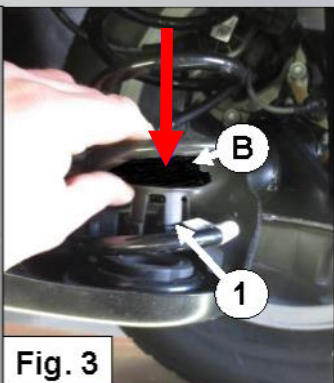

Fig. 3
5. Introduzca girando todo el muelle auxiliar **C** en el muelle principal. Véase fig. 3.
3. Plaats ring **1** samen met veerschotel **B** terug in de draagarm. *Zie fig. 3.* Wanneer veerschotel **B** niet in ring **1** past, plaats dan de veerschotel zonder ring **1** in de draagarm en zet de kunststof beschermkap vast met een kabelbandje. *Zie fig. 6.*
3. Place ring **1** back together with spring seat **B** in the suspension arm. *See Fig. 3.* If spring seat **B** does not fit in ring **1**, place the spring seat without ring **1** in the suspension arm and secure the plastic cover with a cable tie. *See fig. 6.*
3. Legen Sie den Ring **1** mit Federteller **B** wieder im Träger. *Siehe Abb. 3.* Wenn Federteller **B** nicht in Ring **1** passt, legen Sie den Federteller ohne Ring **1** in den Tragarm und sichern Sie die Kunststoffabdeckung mit einem Kabelbinder. *Siehe Abb. 6.*